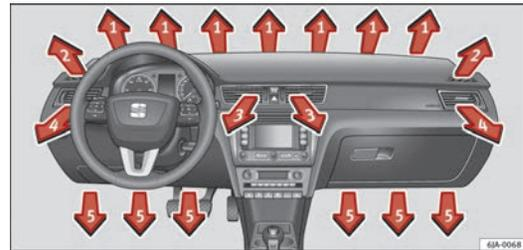
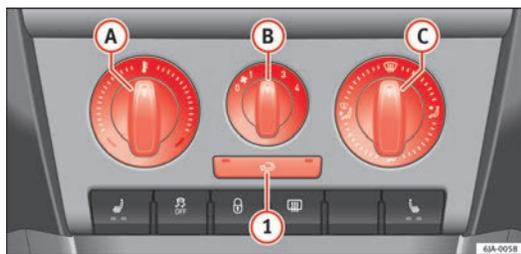

Fig. 97 Bocchette di ventilazione
Fig. 98 Riscaldamento: elementi di comando
- Per variare l'altezza di ricircolo dell'aria, modificare la posizione del comando a cursore verso l'alto o il basso ⇒ fig. 97.
La fuoriuscita dell'aria dalle bocchette di ventilazione si regola mediante il comando **C** ⇒ fig. 98. Le bocchette **3** ⇒ fig. 97 e **4** possono essere aperte e chiuse singolarmente. ▶
- La temperatura aumenta ruotando il comando **A** ⇒ fig. 98 verso destra.
- Azionare il ventilatore, portando il comando **B** ⇒ fig. 98 alle posizioni da 1 a 4.
- Ruotando il comando **C** ⇒ fig. 98, si regola l'afflusso d'aria alle rispettive bocchette ⇒ pagina 131, Bocchette di ventilazione.
Tutti gli elementi d'uso, ad eccezione del comando **B** ⇒ fig. 98, possono essere regolati su qualsiasi posizione intermedia.
- Comandi Ⓐ ⇒ fig. 98 ⇒ pagina 132, Ⓑ, Ⓒ e tasto ①.
- Premere il tasto  ① ⇒ fig. 98 ⇒ pagina 132, la spia all'interno del tasto si accende.
- Premere nuovamente il tasto  ① ⇒ fig. 98 ⇒ pagina 132, la spia all'interno del tasto si spegne.
Se la bocchetta di ventilazione Ⓒ ⇒ fig. 98 ⇒ pagina 132 è in posizione